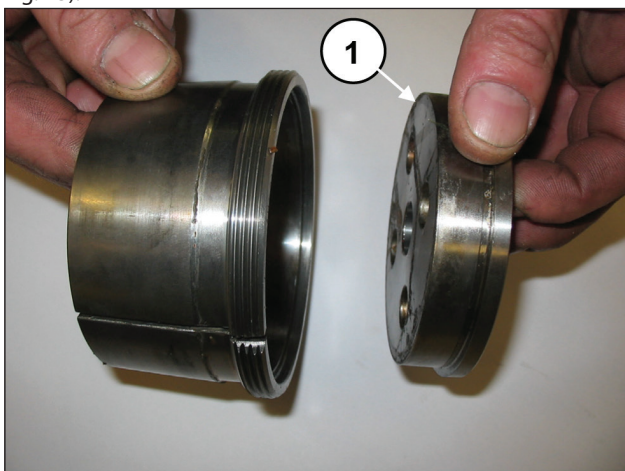

Fig. 23
Dévisser les vis des deux caches porte-roulement (rep. ①, Fig. 23).